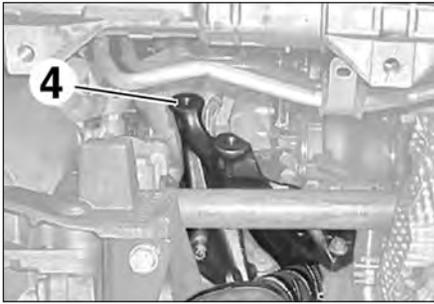

FIG.64
- le support du pré catalyseur (4) (Fig.64).